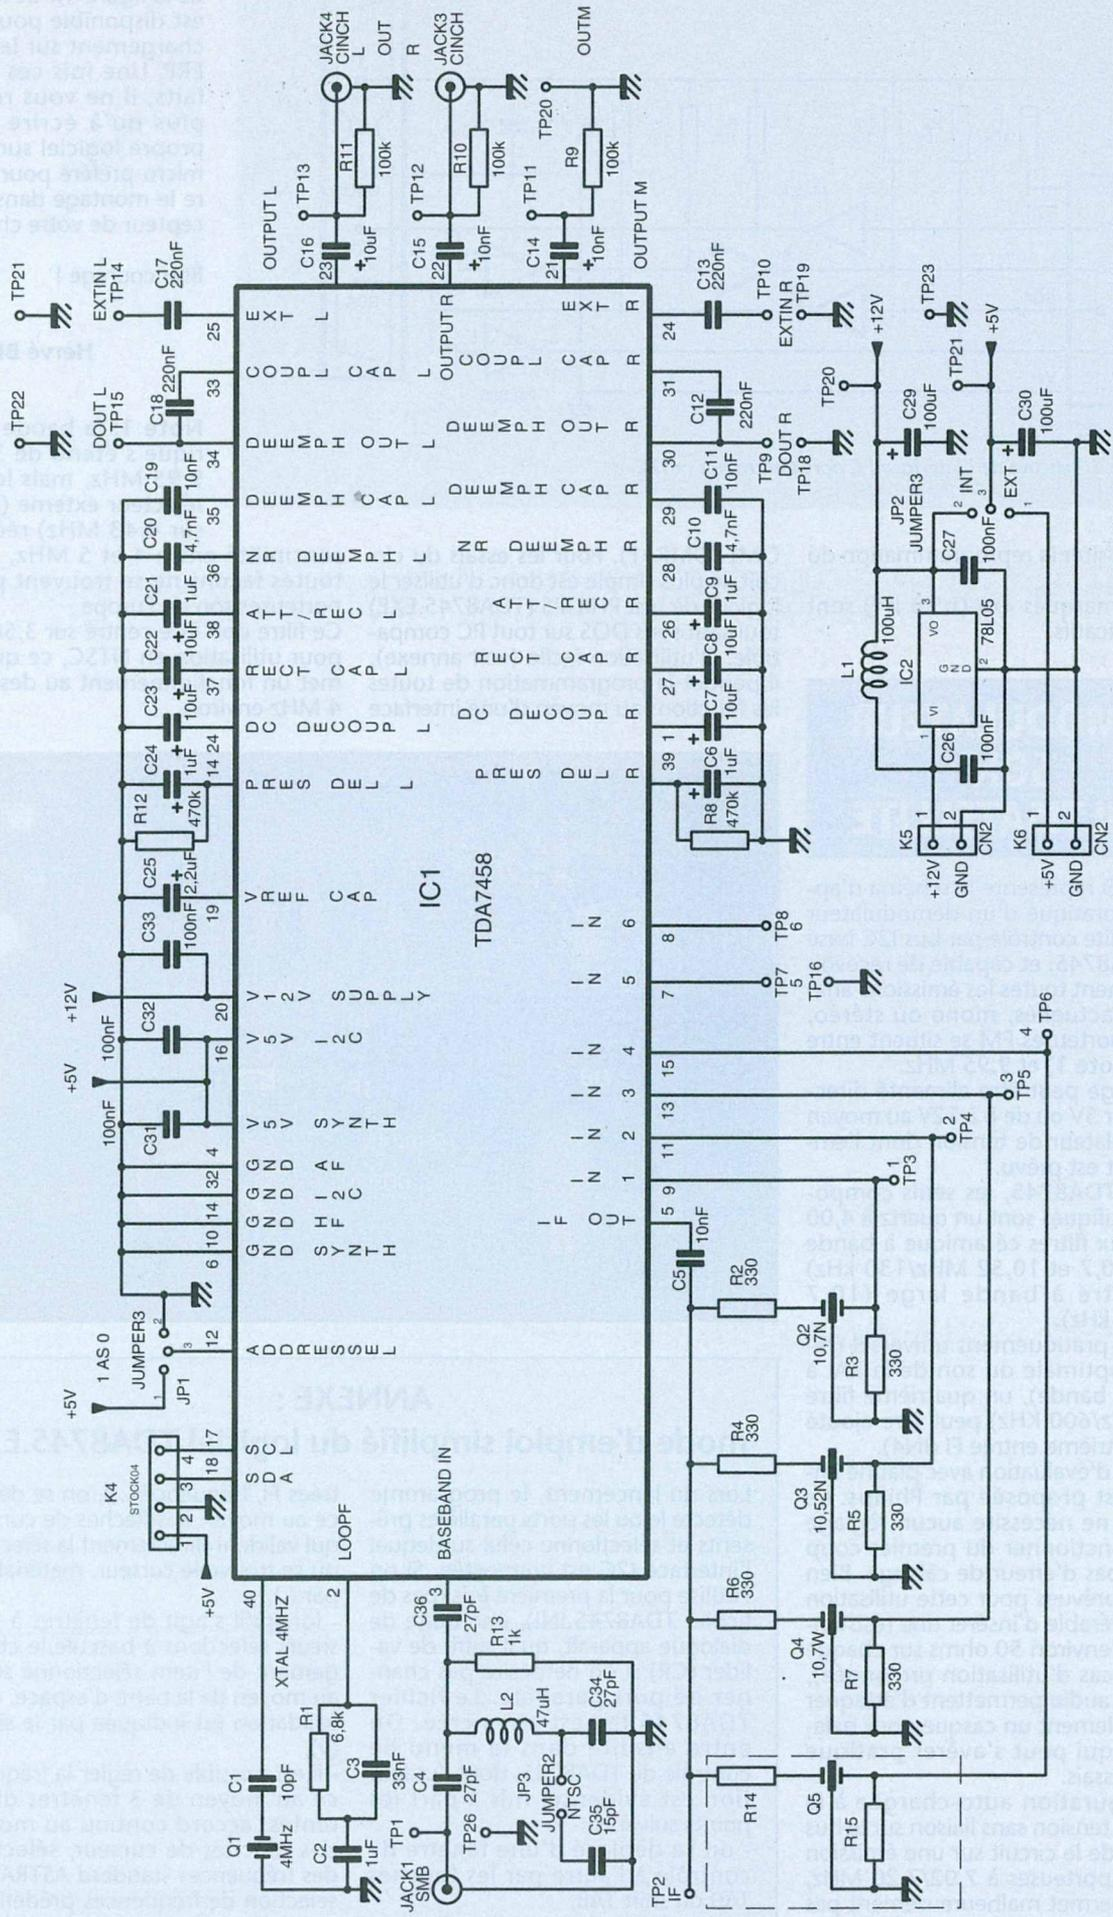
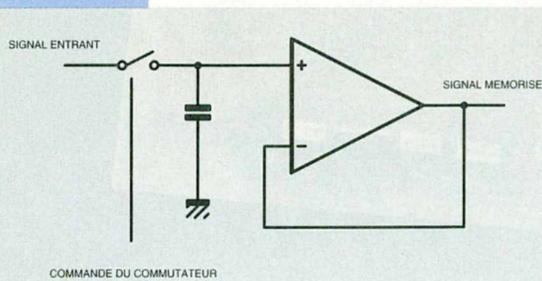

Figure 3 : schéma d'application correspondant à la carte d'évaluation Philips présentée en photo.
Figure 2 : principe général d'un échantillonneur-bloqueur.
La figure 3 représente le schéma d'application pratique d'un démodulateur multisatellite contrôlé par bus I2C basé sur le TDA8745, et capable de recevoir pratiquement toutes les émissions analogiques actuelles, mono ou stéréo, dont les porteuses FM se situent entre 5 MHz (Note 1) et 9,95 MHz.
L'échantillonneur/bloqueur est un produit de fonctionnement assez simple conceptuellement mais dont l'application concrète ne l'est pas toujours. En effet la bonne utilisation d'un échantillonneur/bloqueur dépend énormément outre le choix du composant approprié, des conditions d'utilisation de certains paramètres fondamentaux. On retrouve sur la figure 2 l'exemple type d'un échantillonneur-bloqueur. Celui-ci peut se résumer simplement par l'emploi d'un commutateur, d'un condensateur servant d'élément mémoire et d'un buffer de sortie qui délivre la tension mémorisée.
Ces deux conditions ne sont pas simples à concilier même avec des commutateurs CMOS. Le synoptique de la figure 2 suppose que la tension d'entrée est une source de tension, et malheureusement, il s'agit souvent d'un signal avec une forte impédance interne. C'est pour cela que la majorité des échantillonneurs/bloqueurs du marché adoptent la structure de la figure 3. La très forte impédance du circuit d'entrée permet de traiter un signal à haute impédance et de délivrer au condensateur de blocage une tension à basse impédance. Ce circuit permet ainsi de positionner rapidement le condensateur à sa valeur nominale. Malheureusement l'amplificateur opérationnel d'entrée introduit une tension de décalage Voffset, qui se répercute ensuite dans l'ensemble de la chaîne de traitement.
■ Figure 3 : principe d'un échantillonneur -bloqueur complet.